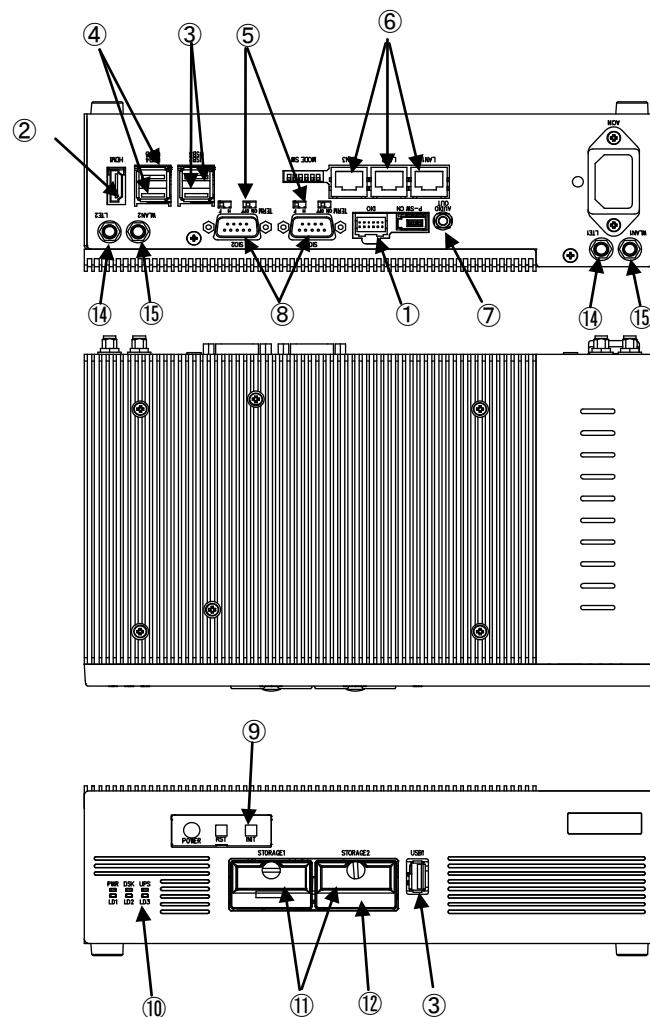

図 3-1-3. 外形図 (EC4A-100CA)
COM1	SI01 (図 3-1-3 ⑧) アプリケーションでシリアル通信に使用できます。 シリアルポート設定スイッチと組みシステム機能のシリアルコントロール機能を使用することで、RS-232C/422/485 を切替えることができます。
COM2	SI02 (図 3-1-3 ⑧) アプリケーションでシリアル通信に使用できます。 シリアルポート設定スイッチと組みシステム機能のシリアルコントロール機能を使用することで、RS-232C/422/485 を切替えることができます。
イーサネット	LAN1 (図 3-1-3 ⑥) : 1000BASE Ethernet
イーサネット 2	LAN2 (図 3-1-3 ⑥) : 1000BASE Ethernet
イーサネット 3	LAN3 (図 3-1-3 ⑥) : 1000BASE Ethernet ※EC4A-010CT では使用できません。